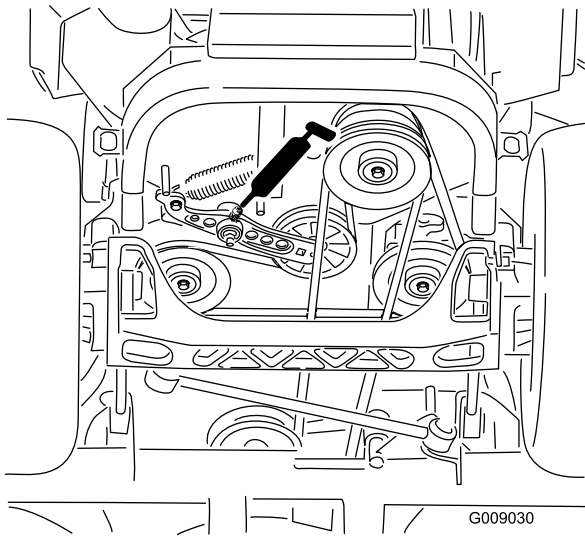

Figura 47
6. Ingrassate il braccio di rinvio della cinghia di trasmissione (Figura 47).